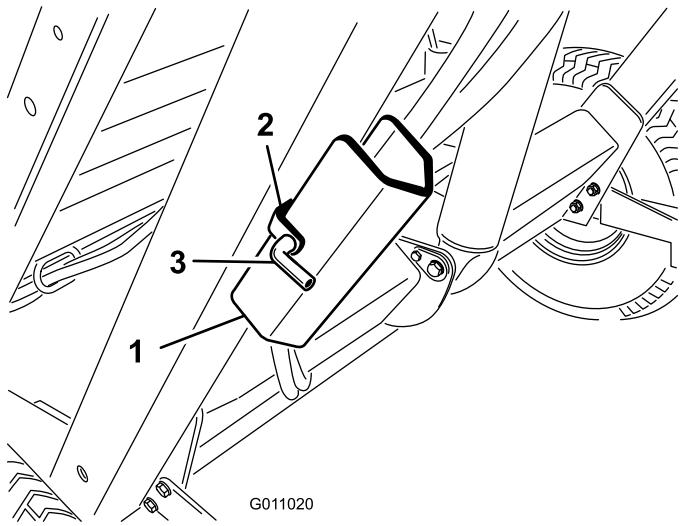

Figura 26
2. Togliete la coppiglia e il perno che fissano il supporto di sicurezza alla staffa d'immagazzinamento sul telaio della macchina (Figura 26). Togliete il supporto di sicurezza.